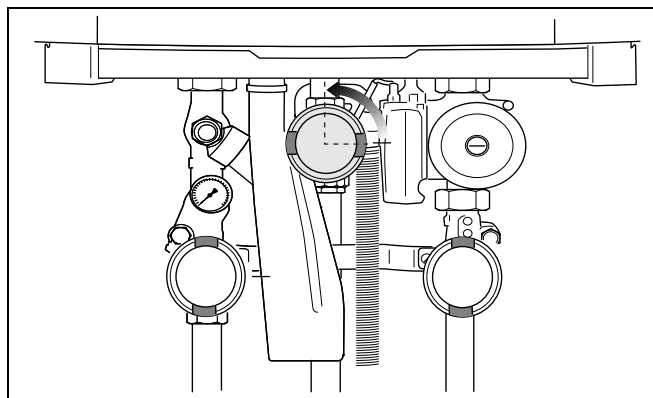

Fig. 72 Deschideți robinetul de gaz
- Deschideți încet robinetul de gaz. Pentru aceasta apăsați robinetul de gaz și rotiți $\frac{1}{4}$ de tura la stânga (fig. 72).
- Deschideți din nou robinetul de gaz. Pentru aceasta apăsați robinetul de gaz și rotiți-l ¼ de tura la stânga (fig. 72).